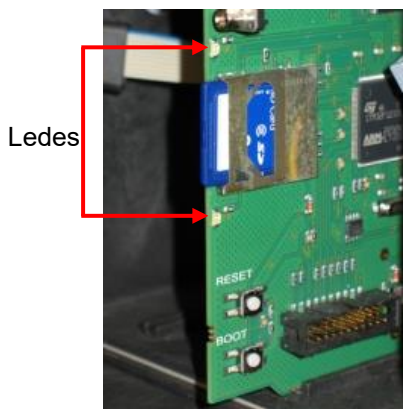

Figura 29
8. Testomat® se reinicia y lleva a cabo la actualización. En este modo, no se realizan salidas de texto, pero el estado se muestra a través de los ledes de la tarjeta SD (véase la Figura 29) y los ledes de la placa de control (véase la Figura 31 en la página 67). El progreso de la programación se muestra en forma de barra con 5 ledes en la placa de control: Al principio, solo el led1 (cerca del conector a la placa base) parpadea una vez cada 2 segundos; más tarde se enciende de forma continua y el siguiente led empieza a parpadear. El proceso se repite hasta que todos los ledes estén permanentemente encendidos. La actualización del *firmware* ha finalizado. El Testomat® se inicia automáticamente con el nuevo *software* operativo. La actualización completa del *firmware* tarda unos 70 segundos.